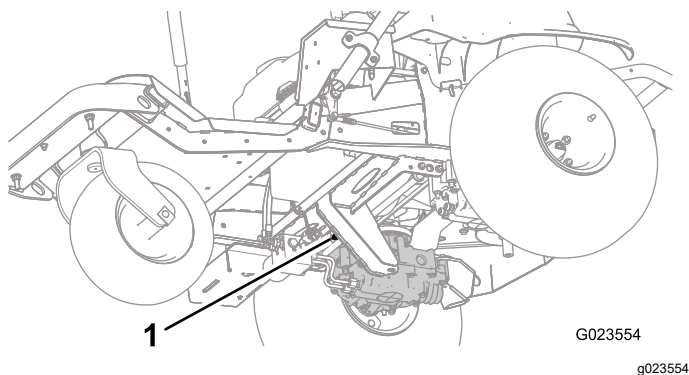
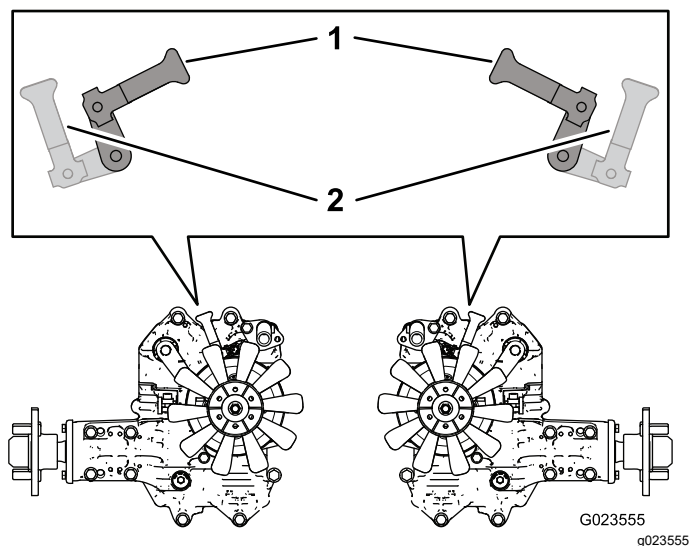

Figure 23
Figure 24
2. En passant sous la machine, tournez les leviers de dérivation (Figure 22 et Figure 23) pour les orienter vers l'intérieur et le centre de la machine (Figure 24), puis desserrez le frein de stationnement; voir Utilisation du frein de stationnement (page 20).
3. Lorsque vous avez fini de pousser ou remorquer la machine, tournez les leviers des vannes de dérivation vers l'avant de la machine pour pouvoir conduire la machine (Figure 24).